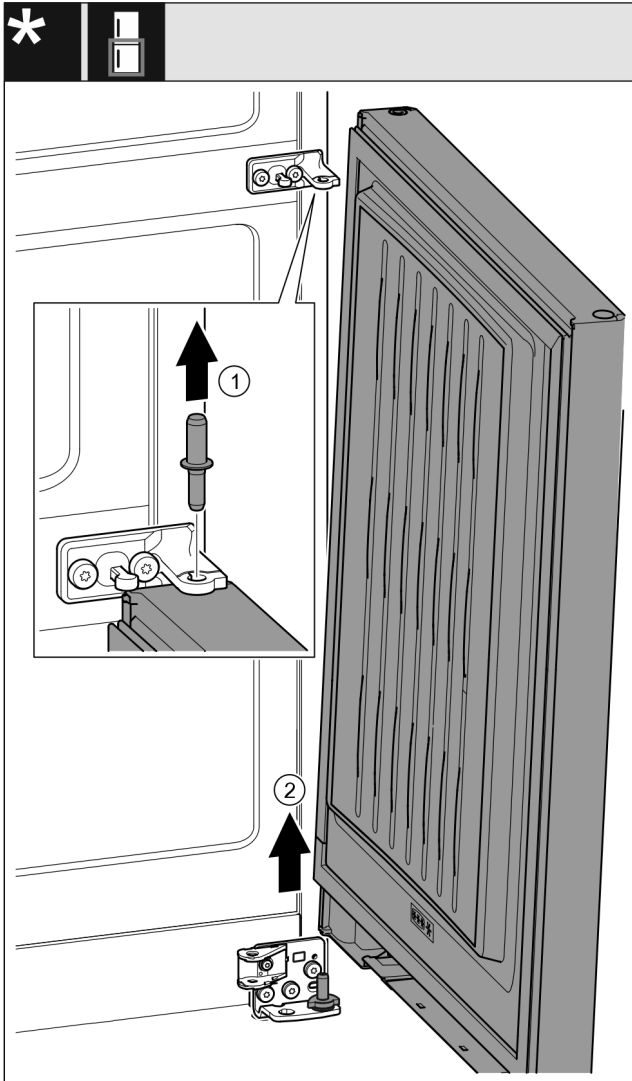

Fig. 22 Mit Schließdämpfer*
- ▶ Bolzen Fig. 22 (1) nach oben herausziehen.*
- ▶ Tür Fig. 22 (2) herausschwenken, nach oben ziehen und beiseitestellen.*